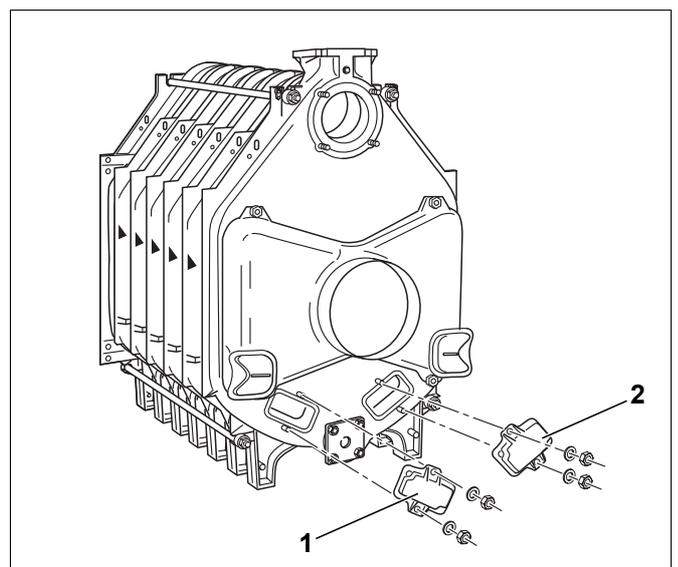

Bild 30 Reinigungsdeckel montieren
- Reinigungsdeckel wieder mit Unterlegscheiben und Muttern am Hinterglied anschrauben (Bild 30, **Pos. 1 und 2**).